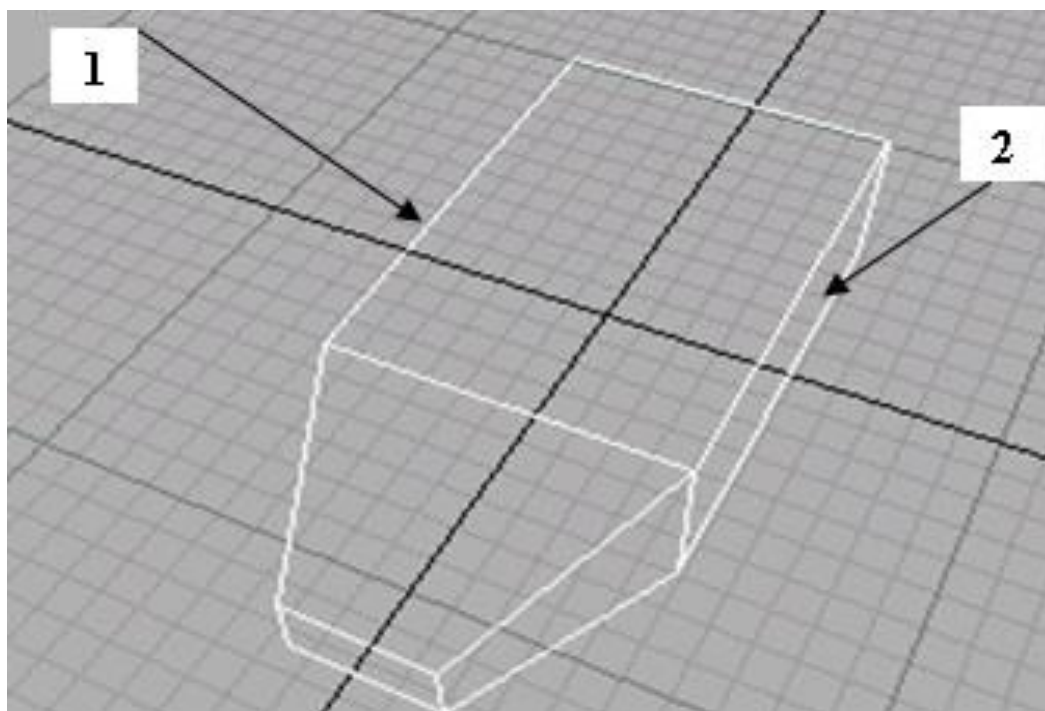

Рисунок 2.224 – Выбор граней
В окне *Perspective* выберите правую (2) и левую (1) грань первого созданного параллелепипеда (Рисунок 2.224). Для этого щелкните на кнопке *Select and Move* (Выбрать и перенести) стандартной панели инструментов и на кнопке *Arc Rotate Selected* (Выбор дуги поворота) на выдвигной панели *Arc Rotate* в правом нижнем углу экрана (удерживайте кнопку *Ctrl*, чтобы выбрать обе грани).